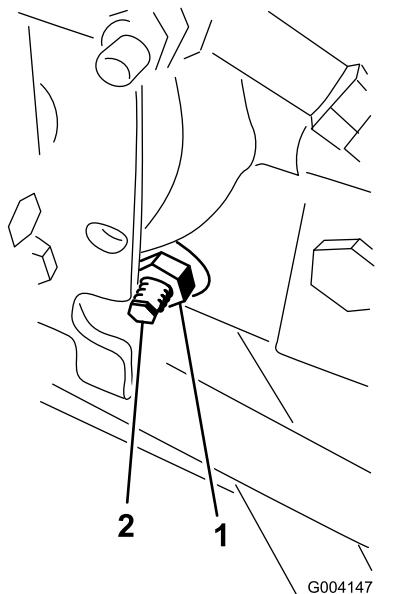

Figura 82
3. En el lado derecho del hidrostato, afloje la contratuerca de la leva de ajuste de tracción (Figura 82).